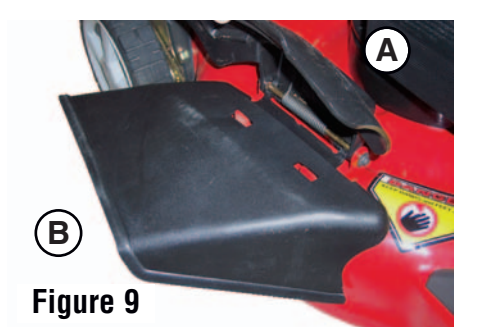

Figure 9
- Soulever l'obturateur de déchiquetage (A, Figure 9).